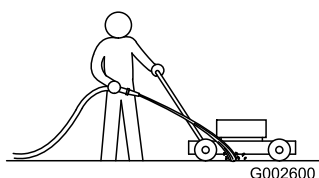

Figura 35
1. Con el motor en marcha sobre una superficie plana pavimentada, dirija un chorro de agua hacia delante de la rueda trasera **derecha** (Figura 35).